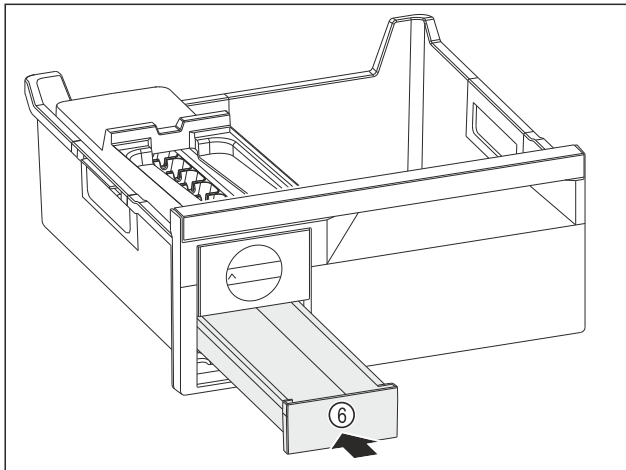

Fig. 121
- ▶ Eiswürfelschubfach Fig. 121 (6) einschieben.